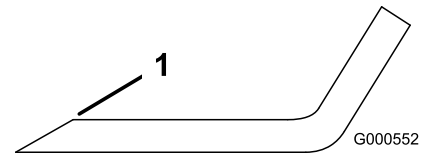

図 65
1. ブレードは、左右の刃先をやすりで磨く **図 65**。
**注** もし傾くようなら、重い方の裏面を少し削って調整する **図 65**。